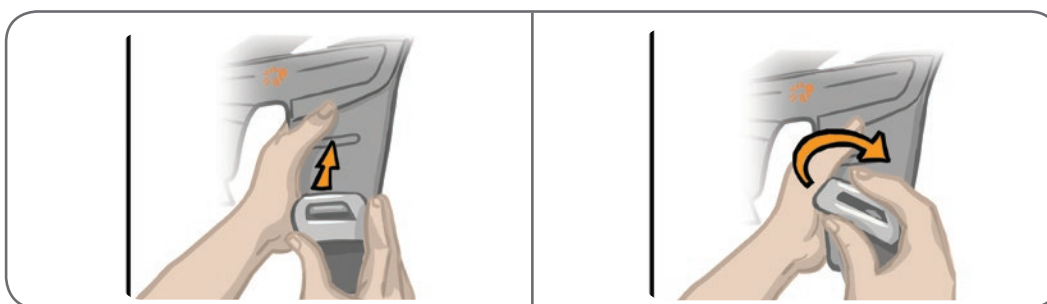

Ilustración 11-13: Cómo volver a sujetar las correas para el muslo
2. Empuje con el pulgar la hebilla hacia la correa (hacia fuera respecto a la banda de EF del muslo). Consulte la ilustración 11-13. La hebilla de la correa encajará en el enganche del panel de la banda de EF del muslo.